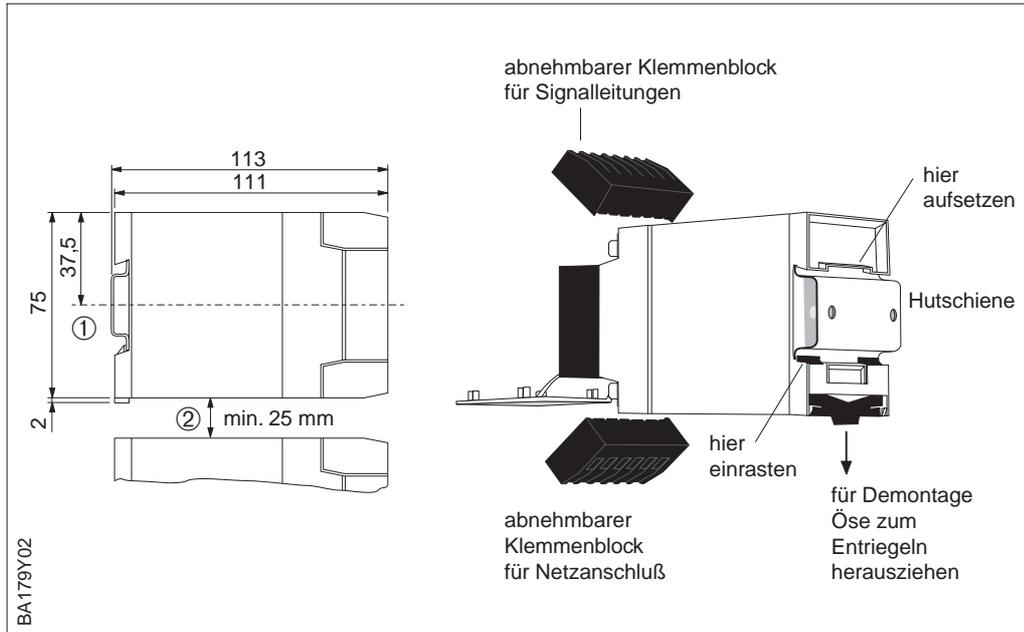

Abb. 2
- Beachten Sie dabei die zulässigen Umgebungstemperaturen (siehe techn. Daten) und die Mindestabstände zwischen den Gerätereihen (Abb. 2)